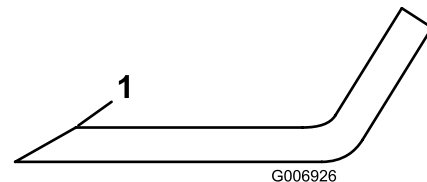

Figure 69
4. Examinez le tranchant de toutes les lames et affûtez-le s'il est émoussés ou ébréché; affûtez uniquement le haut du tranchant et conservez l'angle de coupe d'origine pour obtenir une coupe nette (Figure 69).